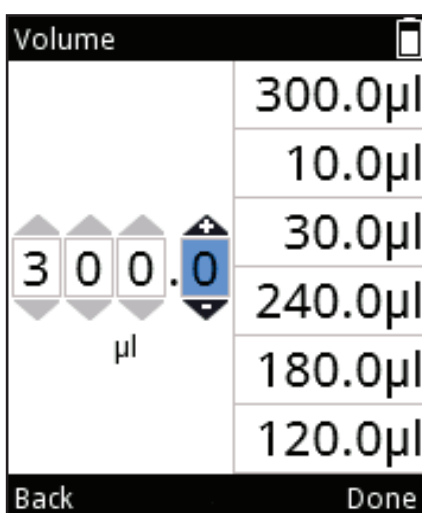
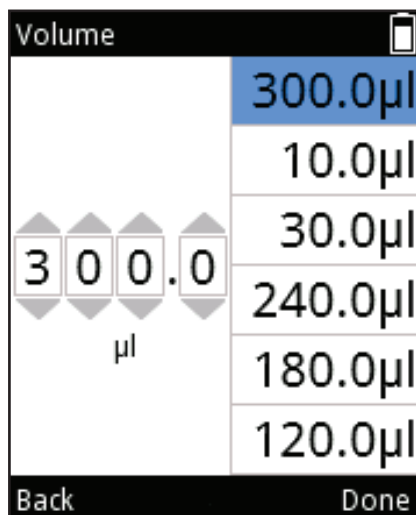

Figura D6.
Figura D7.
3. Premere  per attivare il **Volume editor** (Editor del volume) (Figura D6).
3. Premere per attivare il **Volume editor** (Editor del volume) (Figura D6).
4. Quando l'ultimo numero del volume è evidenziato (Figura D6), usare per spostarsi nell'elenco dei volumi. Il volume in cima alla lista sarà automaticamente evidenziato (Figura D7). Usare , per spostarsi nell'elenco di volumi.